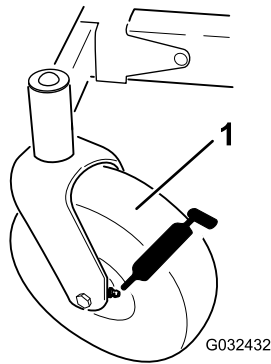

Figura 38
3. Limpie con un trapo los puntos de engrase (Figura 38).
4. Conecte una pistola de engrasar a cada punto de engrase (Figura 38).